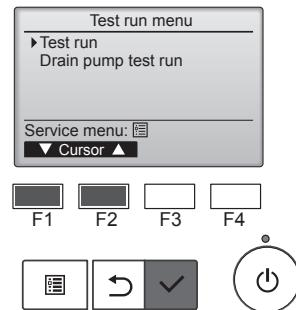

Fig. 7-5
- ④ **F1** veya **F2** düğmesi ile "Test run" (Çalışma testi) öğesini seçin ve düğmesine basın. (Fig. 7-5)